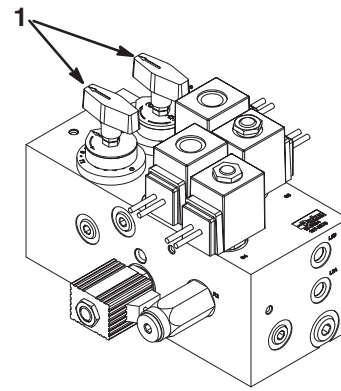

Bild 37
4. Drehen Sie zum Einstellen der Spindeldrehzahl das Einstellrad (Bild 37), bis die Anzeigepfeile auf die Nummern zeigen, die der gewünschten Einstellung entsprechen.